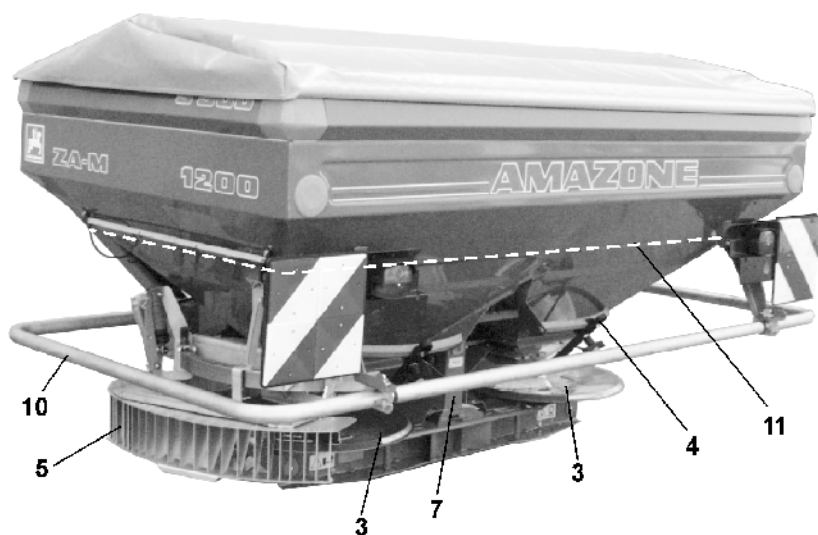

Fig. 2
- Omnia-Set spredeskiver(Fig. 2/3)
- Stillspak for mengdeinnstillings-spjeld (Fig. 2/4)
- Grensespredeutstyr Limiter (Fig. 2/5)
- Vern over røreorganets kjedetrekk (Fig. 2/7)
- Rørbeskyttelsesbøyle ved bruk av spredeskivene OM 24-36 (Fig. 2/10)
- Vernegitter i beholder (Fig. 2/11)